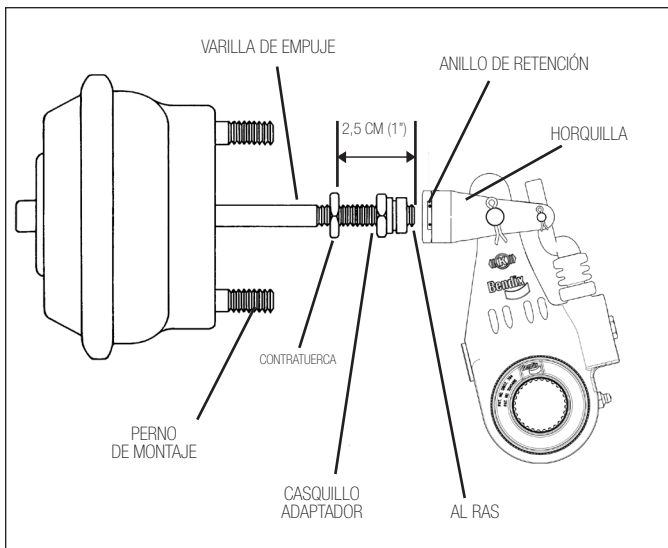

FIGURA 3: CONJUNTO DE HORQUILLA DE CONEXIÓN RÁPIDA
El casquillo adaptador en este caso tiene una rosca interna para coincidir con la varilla de empuje, pero está diseñado para deslizarse dentro de la horquilla. Se usa un anillo de retención para fijar el casquillo adaptador en la horquilla. (Consulte la figura 3.)
3. Si el ajustador de juego libre Versajust tiene una horquilla de colocación fácil (*consulte la figura 3*), coloque la contratuerca de la varilla de empuje del accionador del freno aproximadamente a 3,3 cm (1⁵/₁₆ pulg.) del extremo de la varilla de empuje del accionador del freno. Enrosque el adaptador de la horquilla de colocación fácil en la varilla de empuje del accionador del freno hasta que esté aproximadamente a 9,5 mm (3/8 pulg.) del extremo de la varilla de empuje del accionador del freno. Gire el ajustador manual hexagonal del ajustador de juego libre Versajust hacia la derecha hasta que el adaptador se extienda hacia dentro del diámetro interior roscado de la horquilla, aproximadamente 3,2 mm (1/8 pulg.). Enrosque el adaptador en la horquilla y apriete a 13,6 N.m (10 ft-lb).